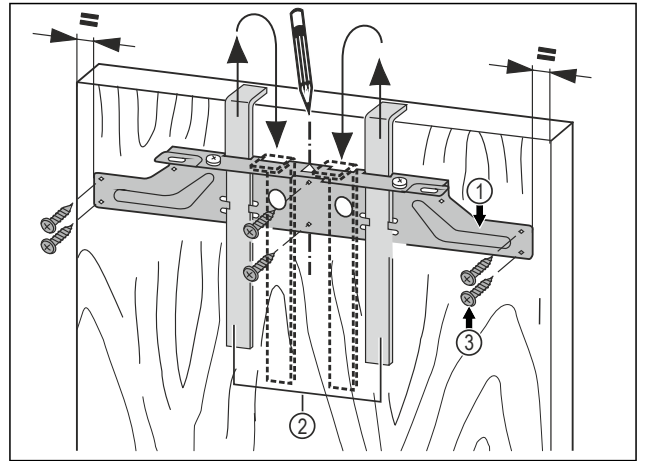

Fig. 44
- Befestigungstraverse Fig. 44 (1) mit den Montagehilfen Fig. 44 (2) auf die Innenseite der Möbeltür hängen.
- Befestigungstraverse Fig. 44 (1) mittig auf der Tür ausrichten.\*
- Die Befestigungstraverse Fig. 44 (1) mit mindestens 6 Schrauben Fig. 44 (3) festschrauben.
- Befestigungstraverse Fig. 44 (1) mit 4 Schrauben Fig. 44 (3) am Rand festschrauben.
- Montagehilfen Fig. 44 (2) nach oben herausziehen und in die danebenliegenden Aufnahmeöffnungen gedreht einschieben.